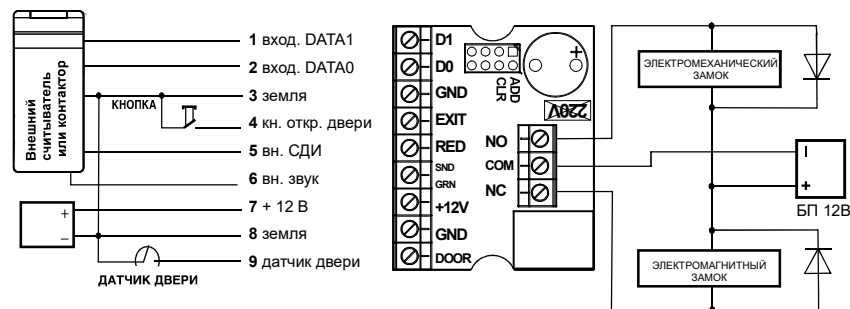
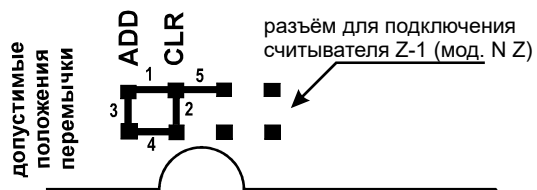

Рис. 6 Подключение внешних устройств
Рис. 3 Положения Переключки
4. Установите защитный диод (см. рис.6). В случае, если замок электромеханический, установите переключку в положение 1 (см. рис.3).
В комплект поставки контроллера Z-5R (мод. Relay Wiegand) входит переключатель, которая используется для программирования контроллера (всего пять положений) (см. рис.3).